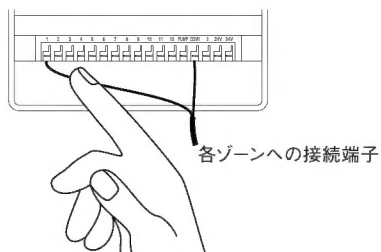

図17:バルブワイヤーの接続
- ワイヤーが差し込みにくい場合は、端子の上部分にあるタブを押し上げてワイヤーを挿入してください。(図17参照)
- COMと記された端子にコモンワイヤーをつなげて下さい。(図17参照)バルブが複数の場合は、すべてのバルブのコモンワイヤーを1つにまとめてつなげてください。